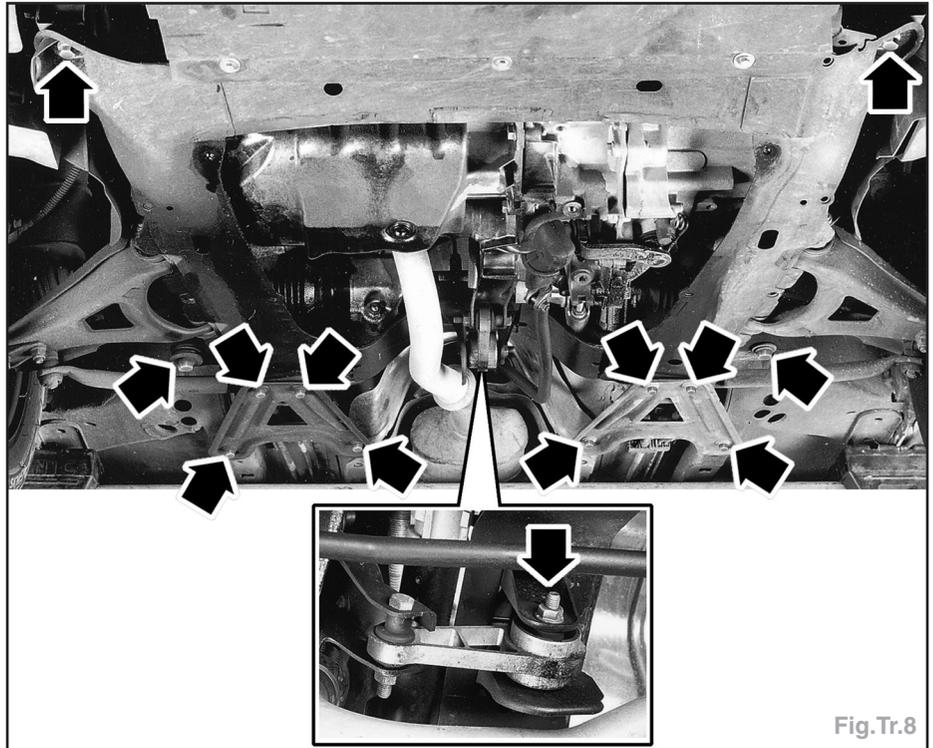

Fig.Tr.8
- Déposer le tuyau de descente d'échappement et attacher le silencieux sur le côté. Déposer la vis de fixation du tirant antibasculement sur le support moteur (Fig.Tr.8).